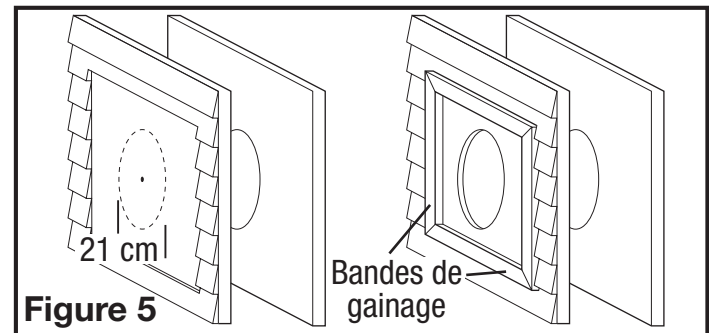

Figure 5
7. Au centre de la découpe carrée de 36,8 cm faite à l'étape 5, marquer et découper un trou de 21 cm au travers du coffrage du mur (**Figure 5**).
8. Installer des bandes de gainage de 2,5 x 5,1 cm (non-comprises) pour le support sur les rebords du trou carré de 36,8 cm. Fixer les bandes de gainage au contreplaqué de coffrage du mur avec des vis ou des clous (non-compris) et sceller à l'endroit où les bandes rencontrent le contreplaqué avec du calfeutrage (**Figure 5**).